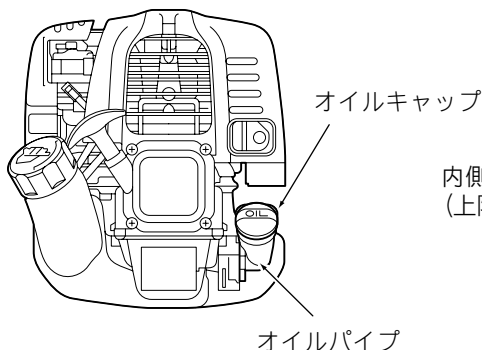
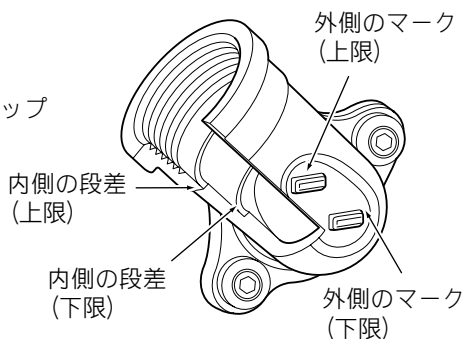

図 1
図 2 オイルパイプ
- ・ エンジンを水平にし、オイルキャップ（図1）をはずしオイルパイプの上限・下限位置の範囲内（図2）までオイルがあるか点検してください。